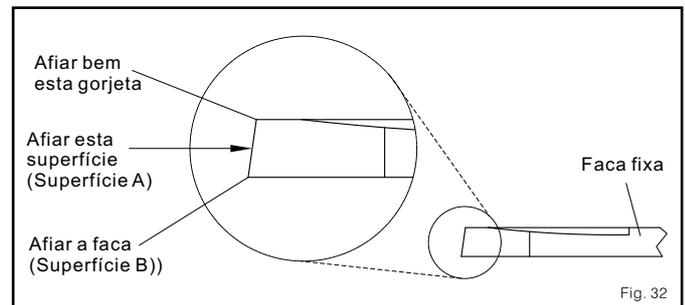

Fig. 32
3. ele mas importante é que a faca fixa deveria entrar em contato com parte o rebordeadota de faca móvel (Fig. 32)